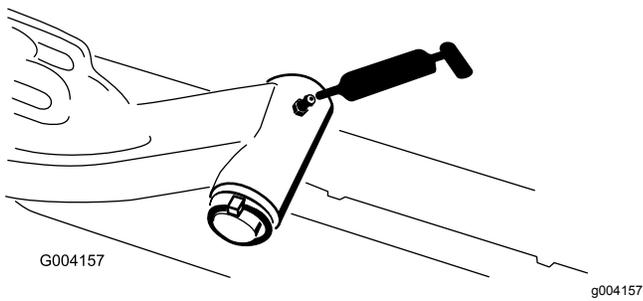

Рисунок 75
- Ось поворота подъемного рычага (по 1 шт.) (Рисунок 75)